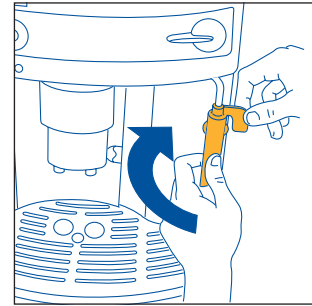

Fig.25
- Gire el mando en sentido de las agujas del reloj y, con una mano, mantenga firme la perilla del tubo del emulsionador y con la otra, desenrósquelo hacia la derecha y extráigalo hacia abajo (fig. 25).